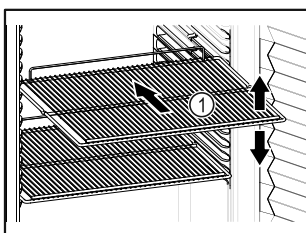

Fig. 82 Reprezentare exemplificativă
- ❑ Dacă grătarele tip poliță Fig. 82 (1) pot fi mutate, adaptați-le în funcție de înălțime.